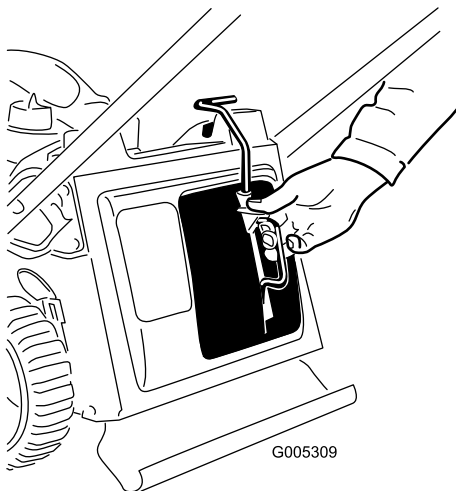

Bild 25
1. Entfernen Sie den Recycler-Verschluss (Bild 25).